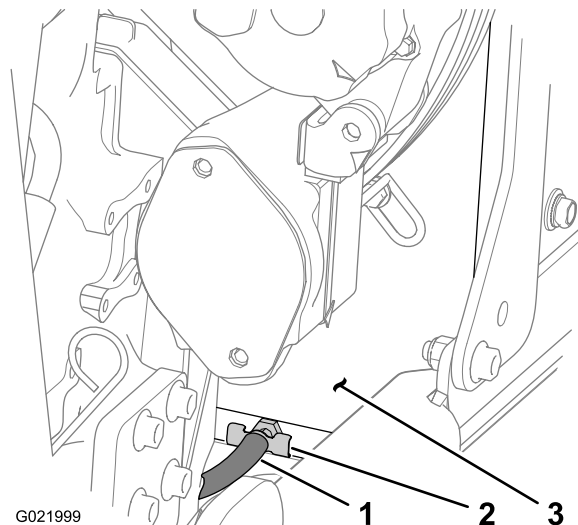

Figure 78
3. Placez un bac de vidange d'une capacité minimale de 20 litres (5,3 gallons) sous l'extrémité ouverte du flexible de vidange (Figure 78).
5. Fermez le robinet de vidange (Figure 78).
- F. Ouvrez le robinet de vidange et vidangez la solution de nettoyage dans un bac de vidange (Figure 78).
- E. Ouvrez le robinet de vidange (Figure 78) et laissez l'eau s'écouler dans le bac de vidange.